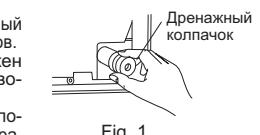

Fig. 1
- Для обеспечения оптимального дренажа дренажный шланг должен иметь наклон вниз. (Fig. 1)
- Потянув на себя, снимите дренажный колпачок, расположенный в правой задней части внутреннего прибора. (Fig. 1)
- Правильно режьте медную трубу с помощью трубореза. (Fig. 1, 2)